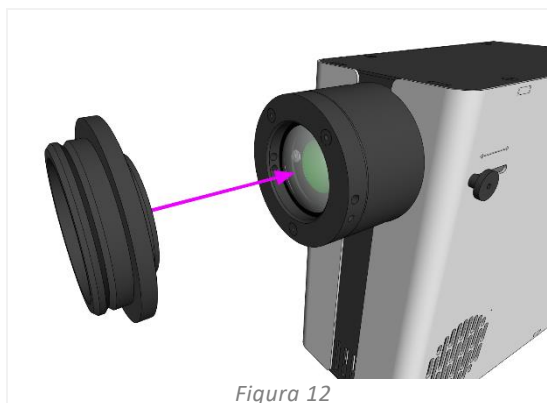

Figura 12
2. Inserte el adaptador pE en la salida de la -fuente de luz de la serie pE-400 -(Figura 12).